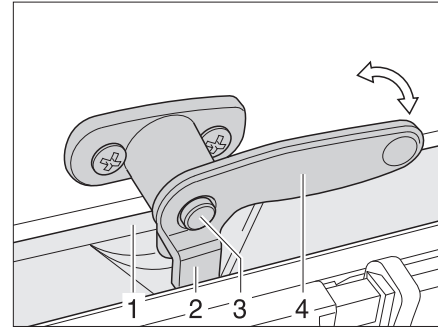

Fig. 63 Palanca de bloqueo con botón de seguridad en posición "cerrado"
- Caso disponible, presionar y mantener presionado el botón de seguridad (Fig. 63,3).